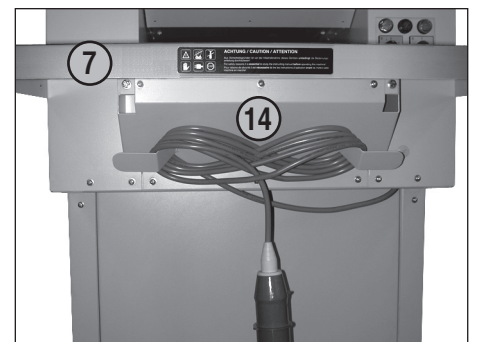

fig. 6
- 14 = Support pour câble (figure 6)
ENROULEMENT DU CÂBLE D'ALIMENTATION (figure 6)